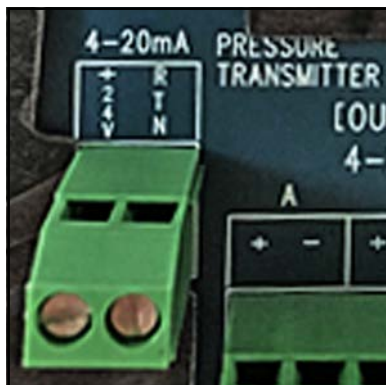

図 30: 圧力トランスミッタの接続部
8. どの 4 ~ 20 mA の圧力トランスミッタの入力にも、別の配線導管経路を使用します。この入力は、主なプロセス圧力に「ライブ」圧力の読み値が望ましいときに、**Aurora H2O** 水分計により等価露点を決定するために使用されます。4 ~ 20 mA 圧力トランスミッタを Pressure Transmitter（圧力トランスミッタ）の端子ブロックに配線します（下の図 30 を参照）。**Aurora H2O** 水分計は、ループ電源の 2 線式圧力トランスミッタ用に 24 VDC を供給します。